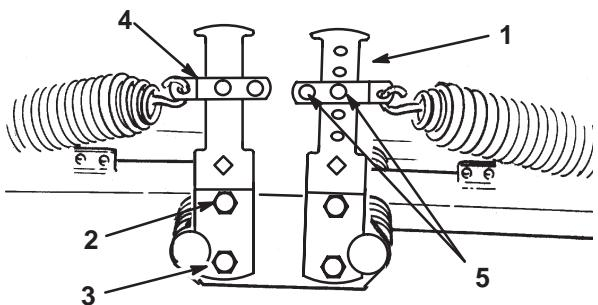
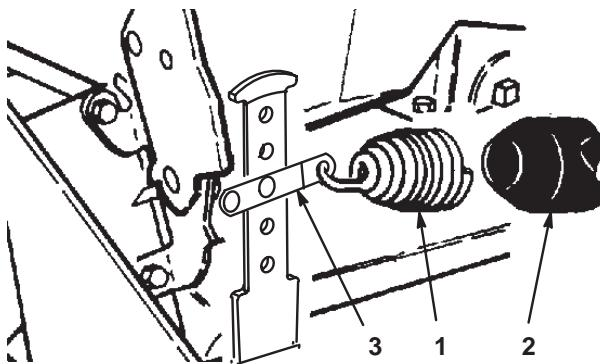

図13
図14
- スプリングの反対側の端部を前後のカウンタバランス・アーム（図13、図14）の適切な穴（選択方法は以下を参照）に引っかける（スプリング・シャックル、クレビスピンドル、コッターピンを使用）。
4. 外しておいたキャップスクリュとナットでカウンターバランスマ・アームの下部を元通りに固定し、上キャップスクリュを締め付ける(図13)。